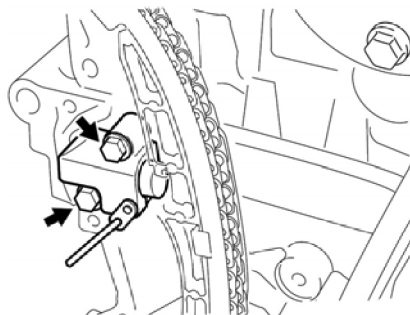

图 11-6 拆下链条张紧器
- ⑤ 拆下两颗螺栓和链条张紧器，如图 11-6 所示。
- 4) 安装链条张紧器总成, 如图 11-6 所示。用两颗螺栓安装链条张紧器总成, 然后从链条张紧器总成上移走锁销。